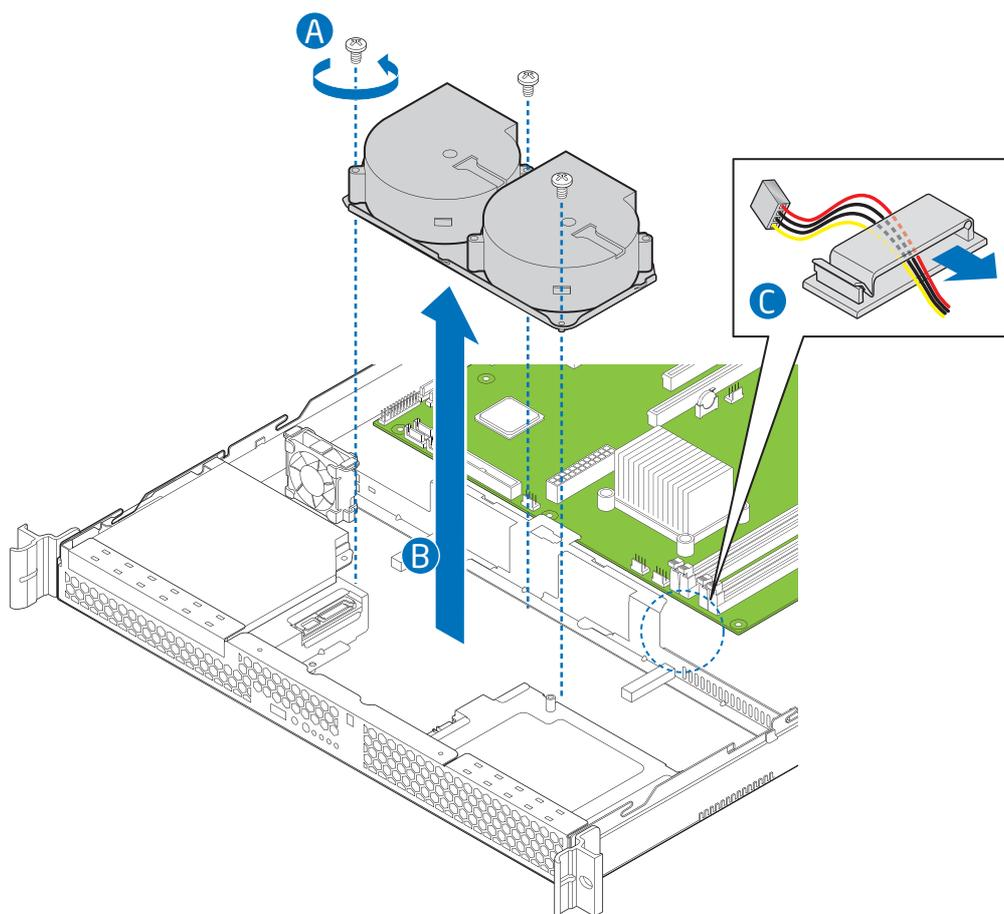

Figure 132: Retrait du support et des ventilateurs soufflants du système
6. Retirez les trois vis permettant de fixer le support du ventilateur. mettez ces vis de côté. Vous les réinstallerez ultérieurement. Reportez-vous à la lettre 'A' dans la Figure 132.
7. Retirez le câble du ventilateur situé sous le clip à l'avant du support du ventilateur. Reportez-vous à la lettre 'B' dans la Figure 132.
dégager les fixations du lecteur de disque dur. Reportez-vous à la lettre 'C' dans la Figure 132.